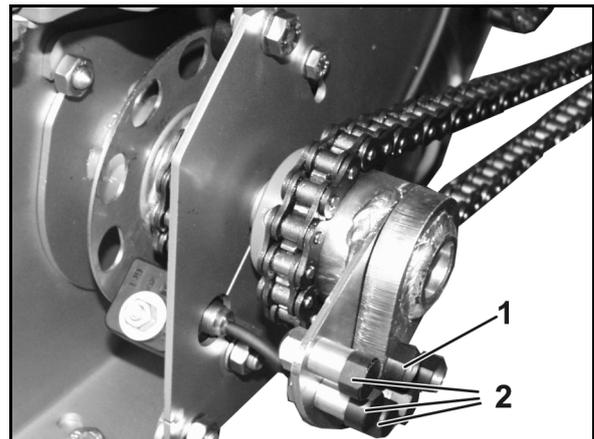

Fig. 118
2. Schieber (Fig. 118/1) schließen, wenn der Behälter nicht leer ist / nur Dosierer entleert wird (siehe Seite 105).